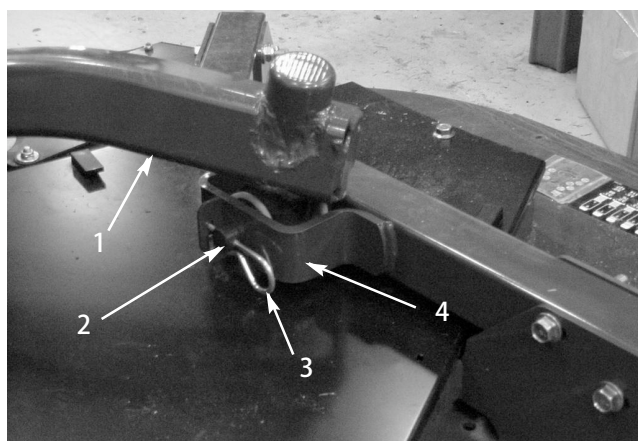

図 27
4. 昇降アームをキャスト・アーム・ブラケットに固定しているヘアピン・コッターとクレビス・ピンを外す (図27)。